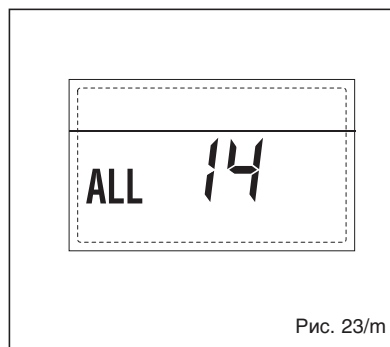

Рис. 23/m
– НЕПОЛАДКА ВЕНТИЛЯТОРА, «ТРЕВ. 15» (рис. 23/n)